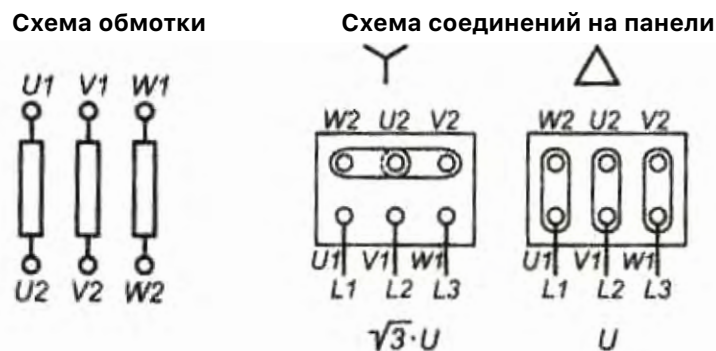

Рис. 2 Подключение электродвигателя
- в клеммной коробке двигателя или в электрической панели управления поменяйте положение двух или трех проводов силового кабеля (согласно рис. 2 Подключение электродвигателя)